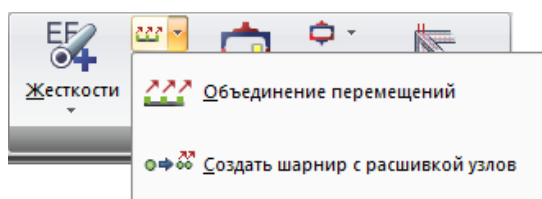

Рис. 32. Раскрывающийся список **Объединение перемещений**
**Объединение перемещений** (рис.32) – раскрывающийся список с заменой, содержащий операции по созданию групп объединения перемещений, моделирования шарнира в пластинах: